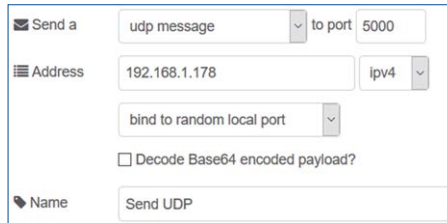

Figure 9.13 Configuration de la sortie du nœud udp
- Créer un **udp out** nœud, nommez-le comme **Envoyer UDP**, et le configurer comme indiqué dans la figure 9.13. Ici, l'adresse IP de votre téléphone portable doit être entrée dans le champ Adresse (dans ce projet c'était 192.168.1.178)